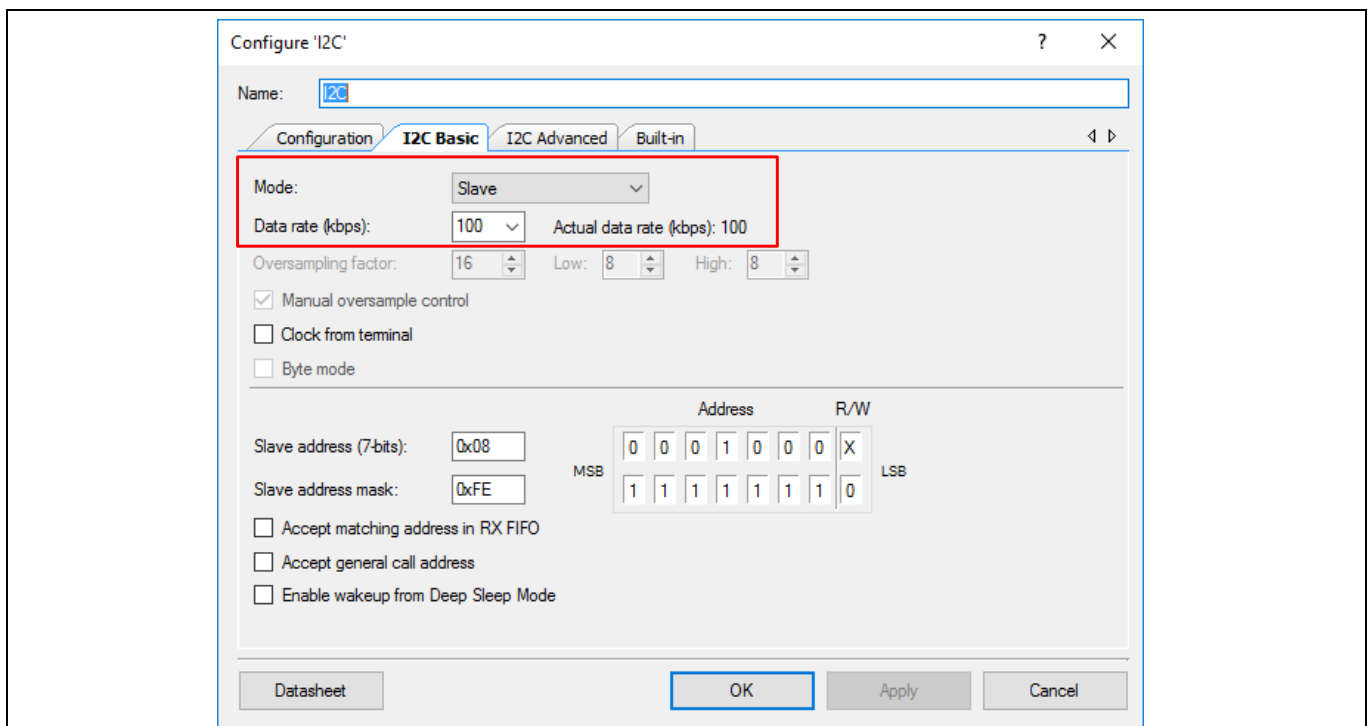

Figure 4 基本 I²C (SCB モード) のコンフィギュレーション
4. I²C (SCB モード) コンポーネントを設定するために、それをダブルクリックします。デフォルトでは、モードを「Slave」に、データレートを 100kbps に、スレーブ アドレスを 8 に設定します。別のアドレスを使用する場合は、スレーブ アドレス ボックスに入力します。他のパラメーターは初期設定のままにしてください。Figure 4 に、I²C コンポーネントの基本設定タブを示します。